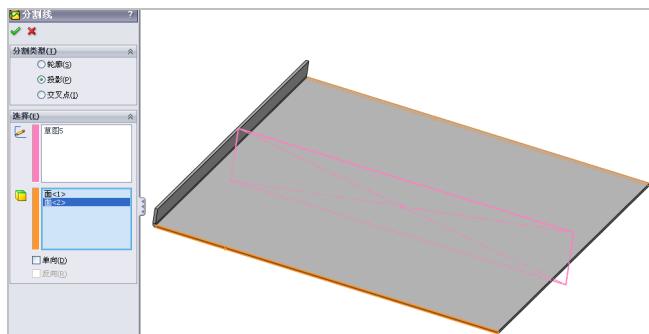

图 13-56 选择合适的平面
(9) 依次选择合适的平面对象，如图 13-56 所示，单击【确定】按钮 ，创建分割线特征。